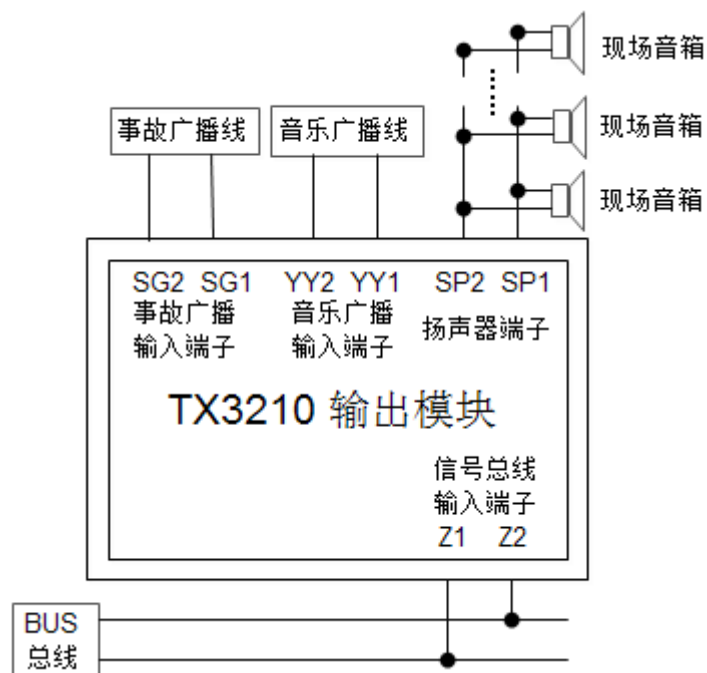

图4 TX3210 接线方式及端子示意图
3、模块端子示意图如图4所示。接线说明如下：
4、接线方式如图4所示